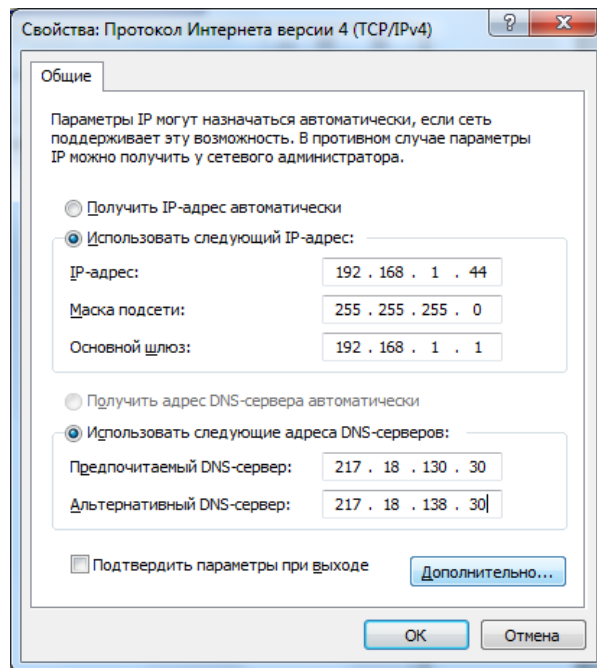

Рис. 2.10. Настройка параметров протокола TCP/IP
3. Укажите IP-адрес, маску подсети, основной шлюз и другие требуемые параметры (рис. 2.10). Нажмите кнопку *Дополнительно*.